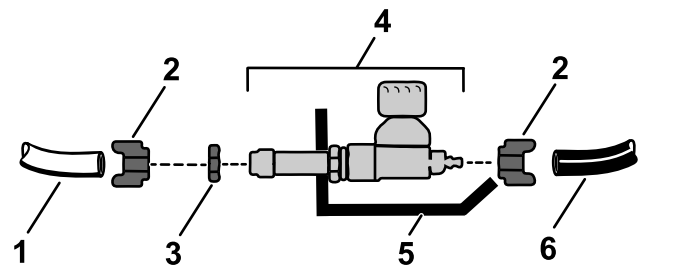

Figura 10
1. Afloje y retire las tuercas de compresión del cuerpo de la válvula (Figura 10).
2. Afloje la contratuerca y retírela de la válvula (Figura 10).
3. Utilice la contratuerca que retiró anteriormente para sujetar la válvula al panel de montaje de las válvulas (Figura 10).
4. Introduzca el tubo azul y el tubo blanco en una tuerca de compresión (**Figura 10**).
5. Sujete los tubos azul y blanco a la válvula enroscando la tuerca de compresión en la válvula (**Figura 10**).